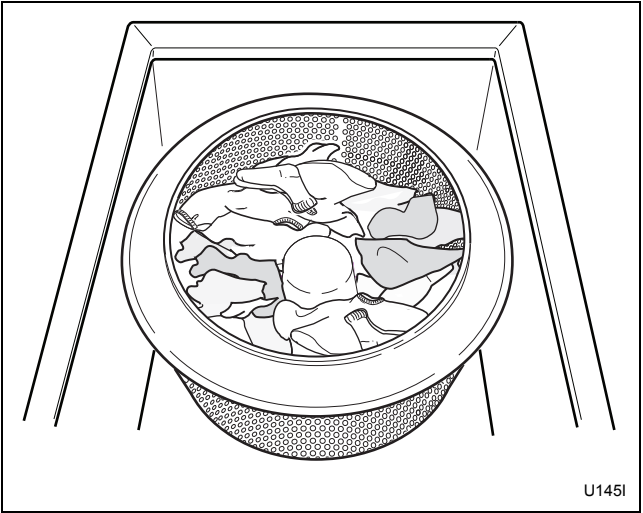

Figura 14
8. Cuando el ciclo termine, coloque los artículos lavables en el compartimiento de extracción y enjuague. Distribúyalos uniformemente alrededor del agitador. Consulte la *Figura 14*.